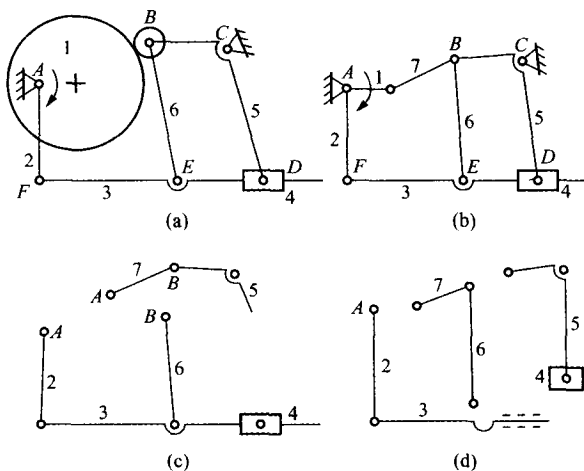

图 1-18 题 1.6.6 图
1.6.6 图 1-18 中的两种拆分杆组的方案,哪个是正确的? 为什么?